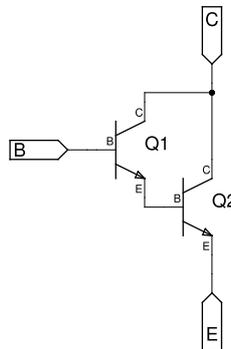

Figura 9.16: Supertransistor darlington NPN
- *Etapa darlington* (figura 9.16). Es una idea muy intuitiva, y en esto reside su mayor virtud. El supertransistor tiene una tensión de base-emisor aproximadamente doble (por lo que perdemos margen dinámico), pero no es este su único inconveniente, sino que este nuevo transistor es muy lento, y en la banda de audio presenta ya problemas de ancho de banda.